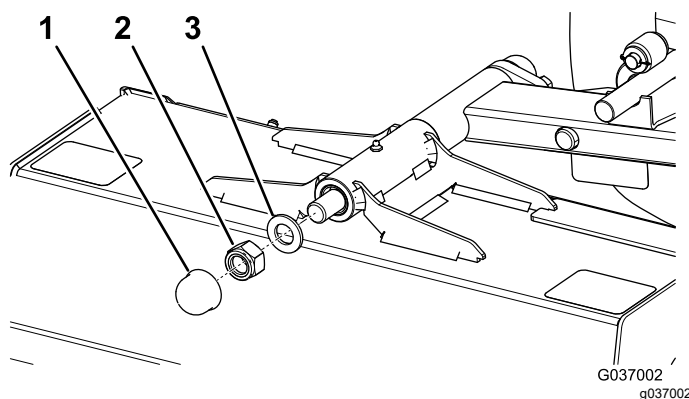

图 12
4. 拧下螺母帽从枢轴轴上卸下螺母 M24 和垫圈图 12。
5. 安装垫圈和锁紧螺母 M24 拧紧锁紧螺母 图 12。